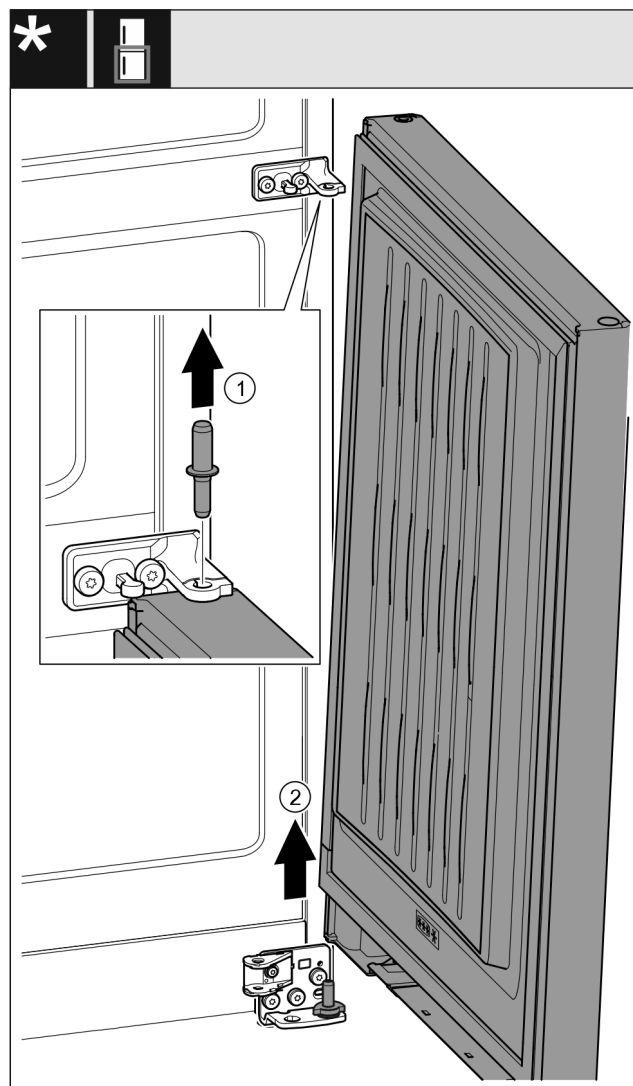

Fig. 32 Con ammortizzatore di chiusura*
- Estrarre il perno Fig. 32 (1) verso l'alto.*
- Ruotare all'esterno la porta Fig. 32 (2), tirarla verso l'alto e disporla a lato.*